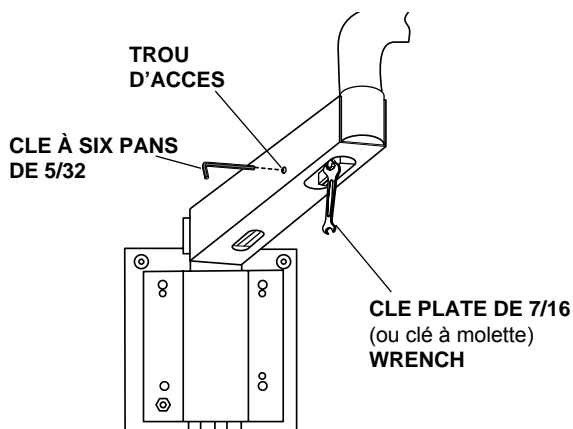

Figure 9. Réglage du frein pneumatique
4. Repérer l'écrou de réglage qui se trouve sous le bras (voir la Figure 9).